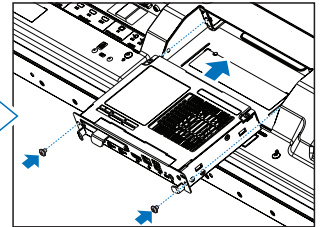

Figura 4
4. Inserte la placa opcional en el monitor y sujétela en su sitio con los tornillos que ha extraído (**Figura 4**). (Fuerza de sujeción recomendada: 139 - 189 N•cm).